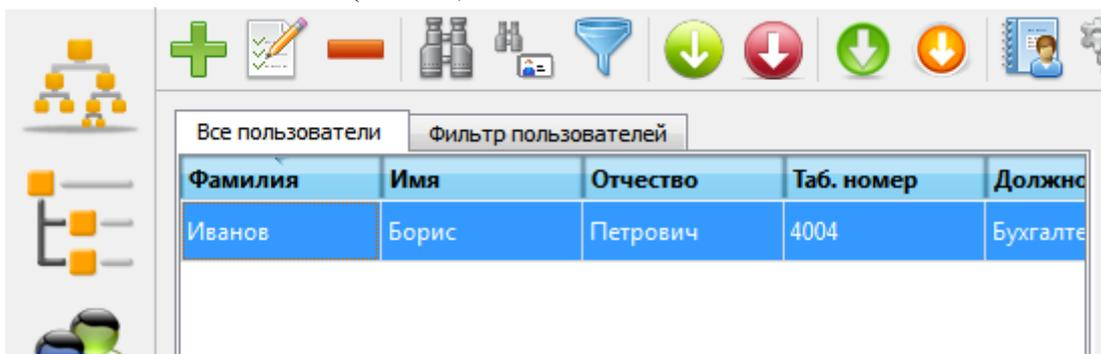

Рис. 89
- Заполнив поля вкладки «Основные данные» окна «Добавление пользователя», нажмите кнопку «Сохранить». Окно будет закрыто, а в списке пользователей появится добавленный пользователь (Рис. 89).